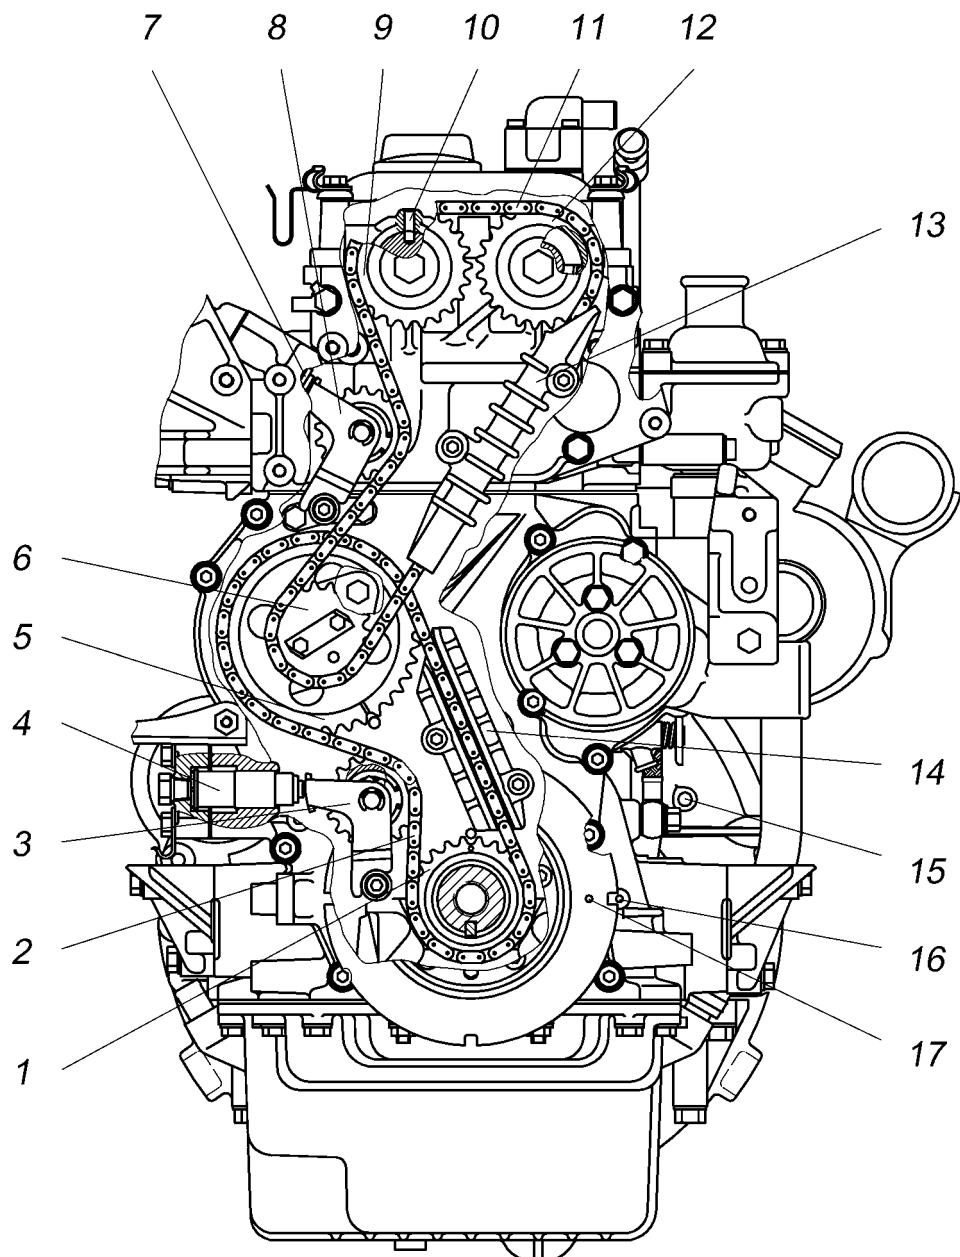

Рисунок 11 – Привод распределительных валов:
**Привод распределительных валов** (Рисунок 11) цепной, двухступенчатый. Первая ступень – от коленчатого вала на промежуточный вал, вторая ступень – от промежуточного вала на распределительные валы.